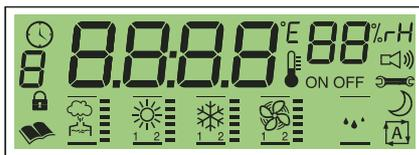

Fig. 2
**N. B. La Fig. 2 illustra tutti i simboli e le scritte visualizzabili dal display, situazione, che si verifica allo start del regolatore.**
**N.B. Fig. 2 illustrates all the symbols and the messages shown on the display; this occurs on starting the regulator.**